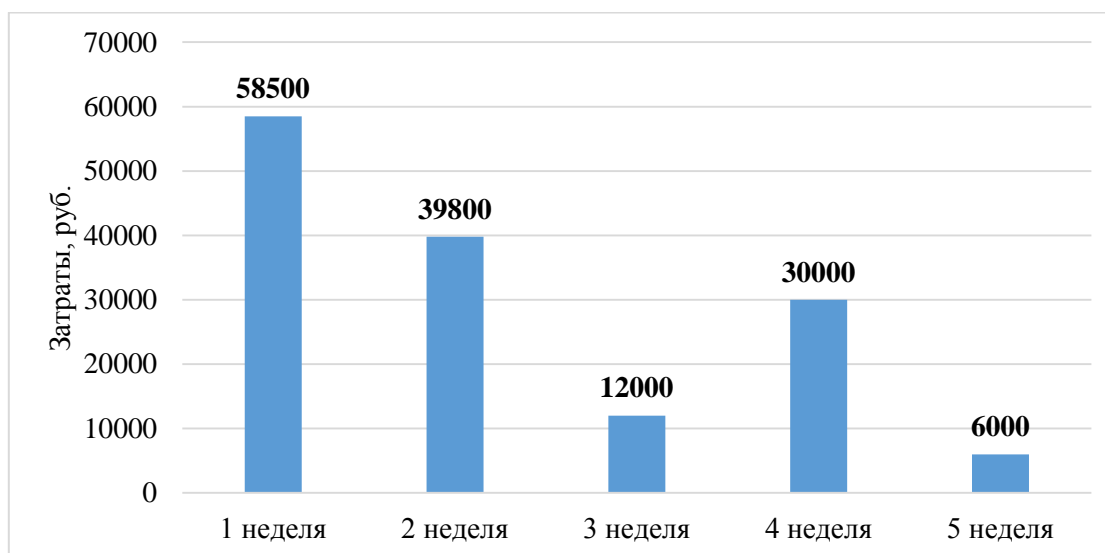

Рис. 7. Столбчатая диаграмма затрат проекта
1) столбчатой диаграммы затрат (рис. 7);